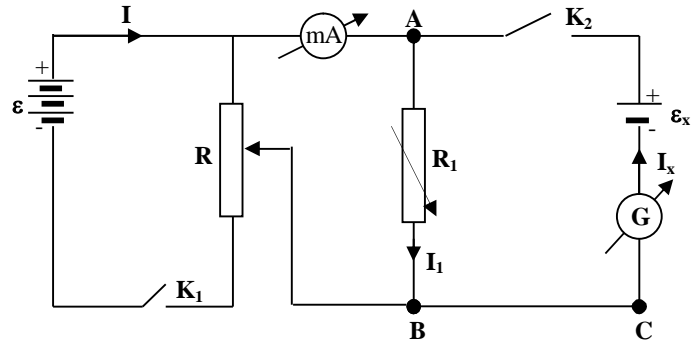

Fig.2
- Se realizează montajul din *fig. 2*; în cazul montajului deja realizat, se identifica aparatele din schemă cu cele montate pe masa de lucru.